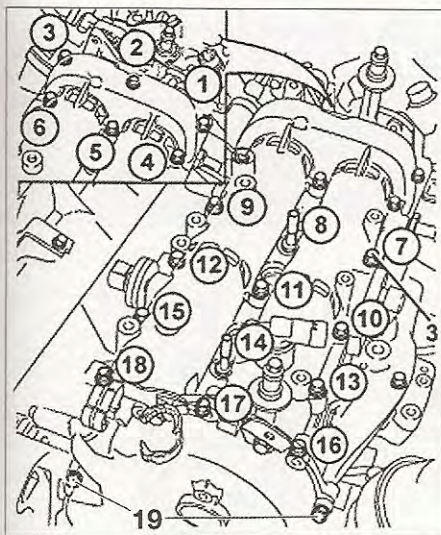

FIG. 29
- En un primer momento, apretar los tornillos de fijación de (1) a (6) a 0,9 daNm en el extremo de cárter, del lado contrario a la distribución (fig. 29).